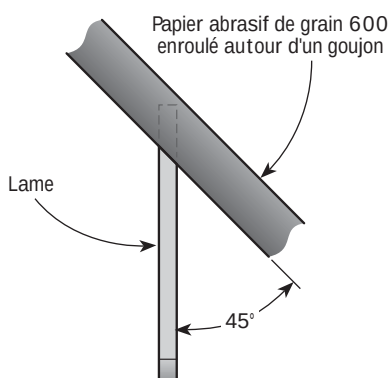
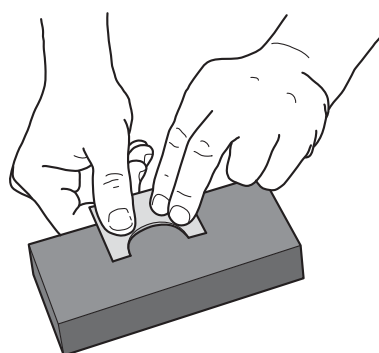

Figure 4 : Rodage à la pierre
Figure 5 : Rodage
Étape 2 – Rodage à la pierre : Utiliser une pierre de sculpteur ou une feuille de papier abrasif de grain 600 enroulée autour d'un goujon pour affûter le biseau, comme l'illustre la **figure 4**. Affûter jusqu'à ce qu'un léger morfil se forme sur toute la largeur du tranchant. Ensuite, comme l'illustre la **figure 5**, roder le dos de la lame près du tranchant sur une pierre de grain 1000 pour lui donner le même fini que celui du biseau. Un bon tranchant ne peut résulter que de l'intersection de deux surfaces rodées également.